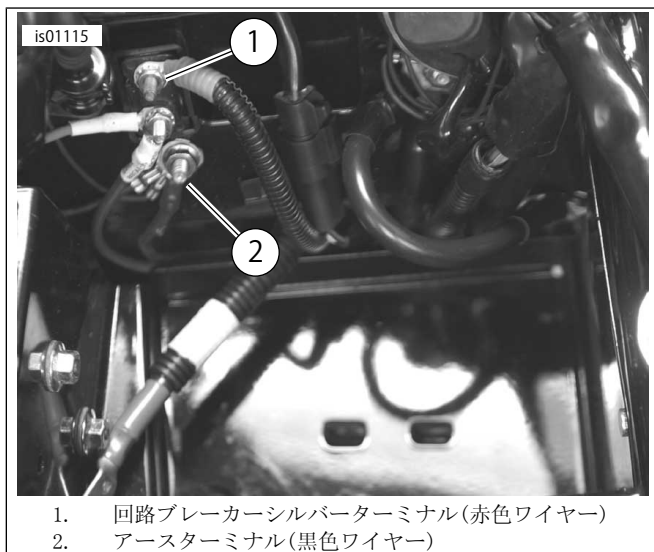

図3。接続(バッテリーを取り外した状態)-2003年以前のTouringモデル(写真は2003年FLHTCU)
3. 図3を参照してください。サテライトレシーバーワイヤーハーネスの黒色ワイヤーを切り、シート下のバッテリーのくぼみ内の回路ブレーカー下にあるアーススタッド(2)に容易に届くようにします。